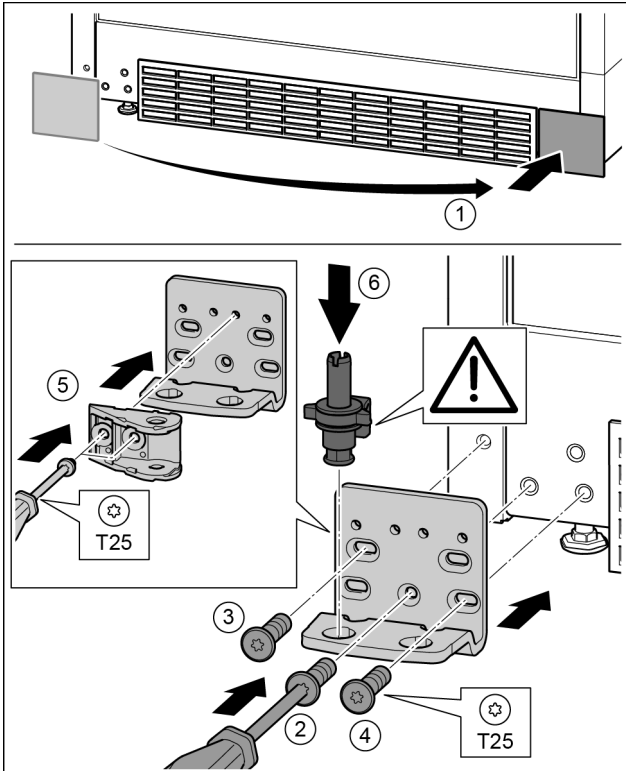

Fig. 36
- ▶ Abdeckung abnehmen und auf der anderen Seite anbringen. Fig. 36 (1)
- ▶ Lagerbock auf der anderen Seite ansetzen und mit Hilfe eines Schraubendrehers T25 anschrauben. Mit Schraube 2 unten in der Mitte beginnen. Fig. 36 (2)
- ▶ Schraube 3 und 4 festschrauben. Fig. 36 (3, 4)
- ▶ Schließdämpferverbindung um 180° drehen. Auf der anderen Seite des Lagerbocks mit Schraubendreher T25 anschrauben. Fig. 36 (5)
- ▶ Lagerbolzen komplett einsetzen. Dabei darauf achten, dass der Rastnocken nach hinten zeigt. Fig. 36 (6)